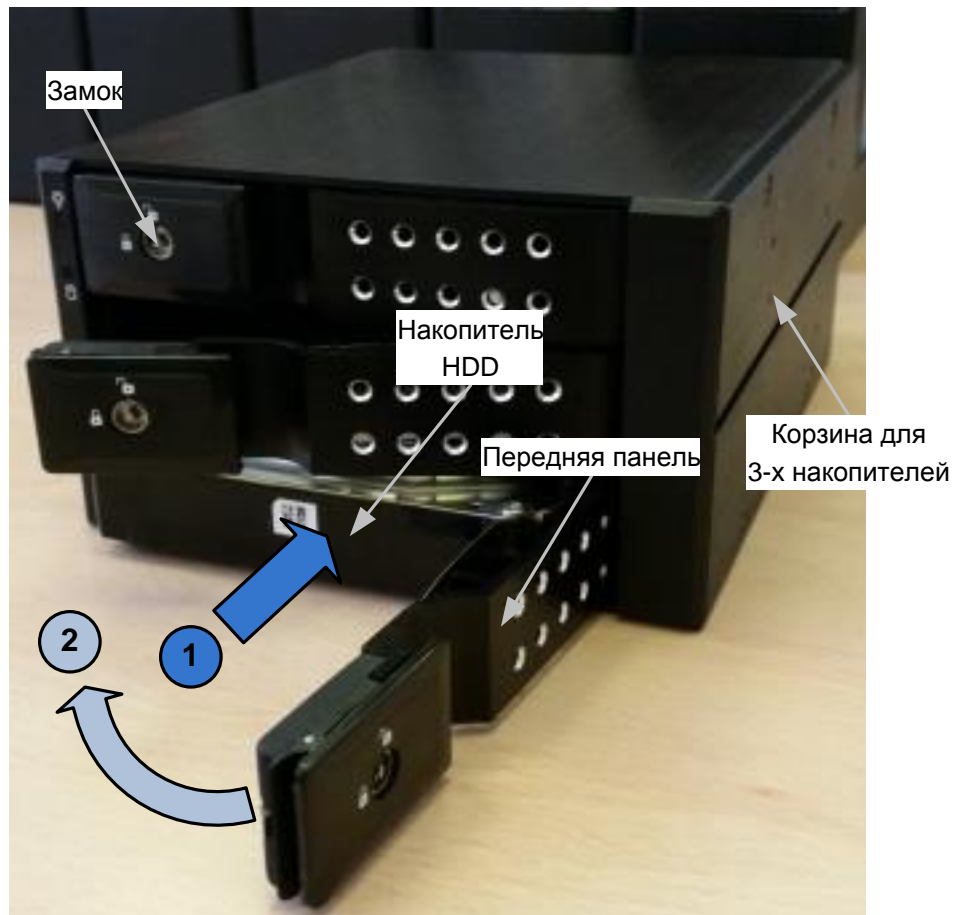

Рисунок 19 – Монтаж накопителя HDD
- установить накопитель HDD в направлении стрелки 1 в корзину до упора (см. рисунок 19);
- повернуть переднюю панель в направлении стрелки 2 до защелкивания (см. рисунок 19);
- вставить ключ с треугольным сечением в замок (см. рисунок 19) и повернуть в позицию «Закрывается».